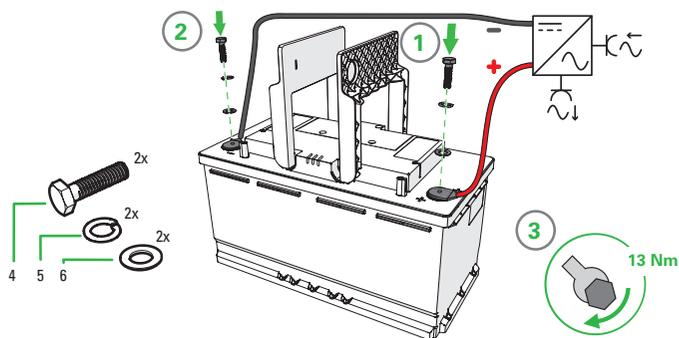

Figure 4.
2. Connecter la charge ou le chargeur à la borne X2 (+) de la batterie. (Figure 4)
3. Connecter la borne X1 (-) de la batterie. (Figure 4)